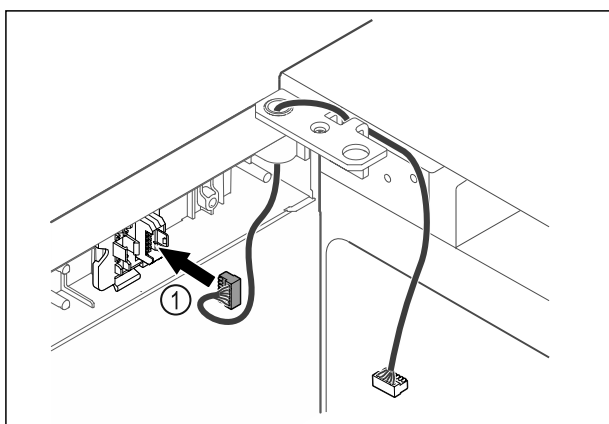

Fig. 64
- ▶ Dugja be a dugót Fig. 64 (1) a dugófoglalatba.